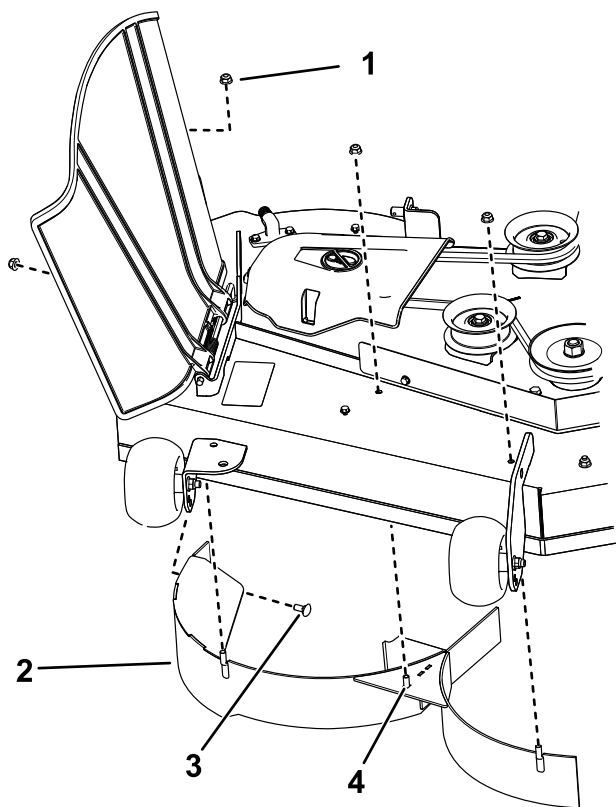

Figure 13
4. Déposez les 3 contre-écrous (5/16") des montants soudés du déflecteur droit (Figure 13).
- Retirez les 2 boulons de carrosserie et les 2 contre-écrous qui fixent le déflecteur droit au plateau, puis déposez le déflecteur (Figure 13).
- Localisez les 3 boulons dans les pièces détachées et insérez-les, avec les contre-écrous existants, dans les trous utilisés pour les montants soudés (Figure 13) afin d'éviter la projection de débris.